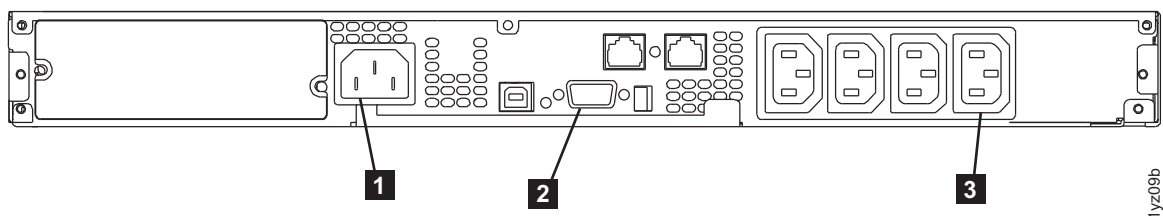

Figura 219. 2145 UPS-1U (Vista Posterior)
2. Na traseira do 2145 UPS-1U, remova o retentor de cabos de energia antes de desconectar o cabo de energia do SAN Volume Controller no receptáculo do segmento de carregamento 2 (**3** na Figura 219 na página 274).
3. Desconecte o cabo de sinal da porta de comunicação (**2** na Figura 219 na página 274).
4. Desconecte o cabo de energia principal da fonte de alimentação principal (**1** na Figura 219 na página 274).